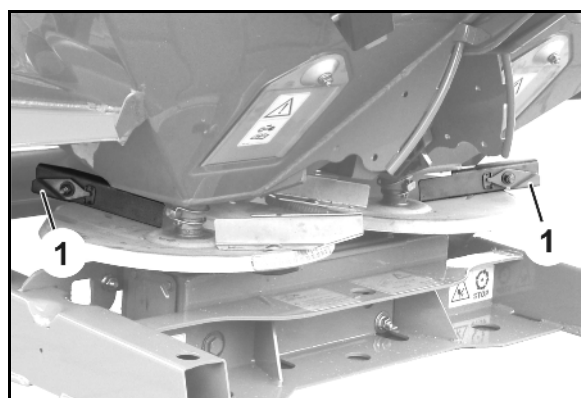

Fig. 28
- disco esparcidor izquierdo (Fig. 28/1) con la marca **L**
- disco esparcidor derecho (Fig. 28/2) con la marca **R**
- larga (Fig. 28/3): escala de ajuste con valores del **30** al **50**.
- corta (Fig. 28/4): escala de ajuste con valores del **0** al **20**.